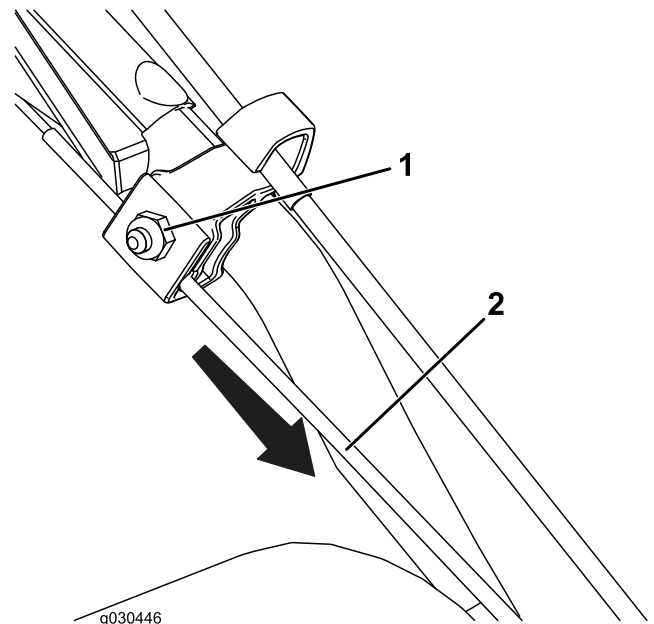

Figura 26
1. Allentate il dado sul serrafilto per cavi superiore ma non rimuovetelo (Figura 26).
2. Tirate il cavo verso il basso e rimuovete gran parte dell'allentamento nel cavo (Figura 26).
3. Serrate il dado (Figura 26).